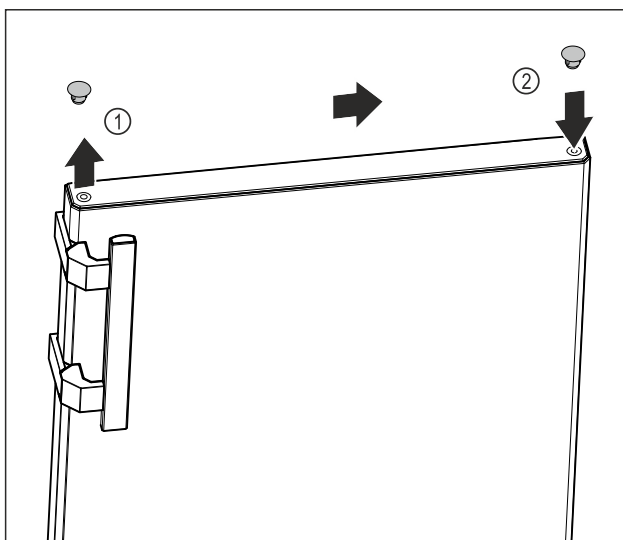

Fig. 10
- ▶ Afdekdop van de bovenkant van de deur Fig. 10 (1) voorzichtig optillen met een platte schroevendraaier.
- ▶ Plaats de afdekdop aan de andere kant. Fig. 10 (2)